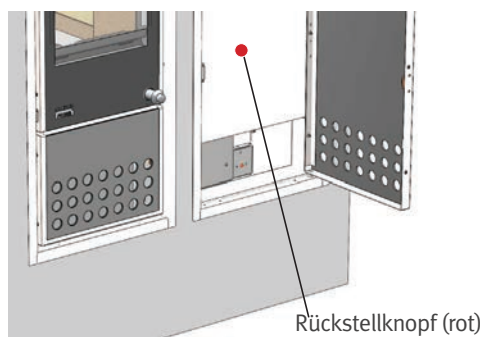

Bild 70
2. Den roten Rückstellknopf drücken (Bild 70).